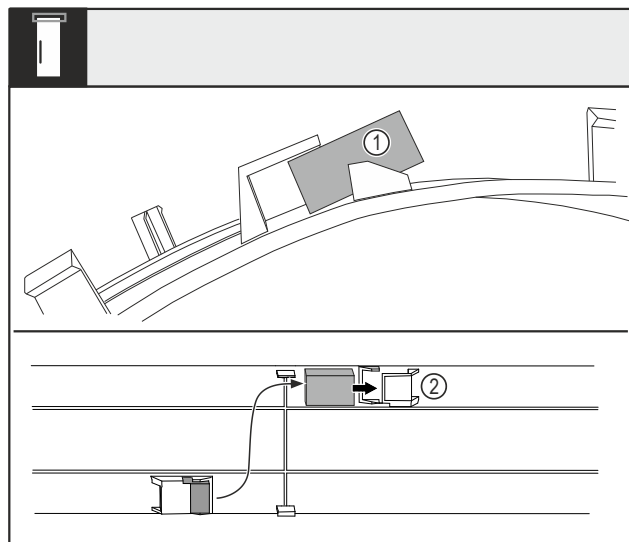

Fig. 16
- ▶ Ohněte kryt a vytáhněte dvevní magnet Fig. 16 (1) z uložení.
- ▶ Vložte dvevní magnet do druhého uložení Fig. 16 (2).